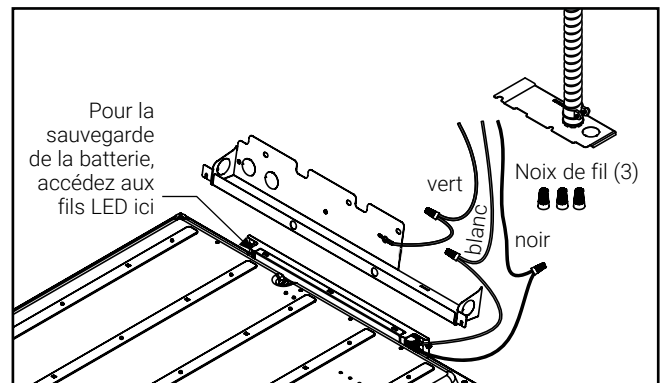

Figure 5.
7. Utilisez une entrée défonçable pour acheminer le câble d'alimentation. Utilisez les trois capuchons de connexion fournis pour raccorder le fil de mise à la terre au câble d'alimentation vert, le câble noir (Li11ne) au câble d'alimentation noir et le câble blanc (neutre) au câble d'alimentation blanc (Fig. 5).
**REMARQUE :** Le luminaire est compatible avec les systèmes de batterie de secours y compris les modèles EBPLED7W et EBPLED14W de Surelites. Si vous utilisez un système de batterie de secours, retirez le couvercle du pilote pour accéder aux fils d'alimentation DEL et suivez les instructions de câblage de la batterie de secours (Fig. 5). Assurez-vous de réinstaller le couvercle du pilote après avoir effectué le câblage.